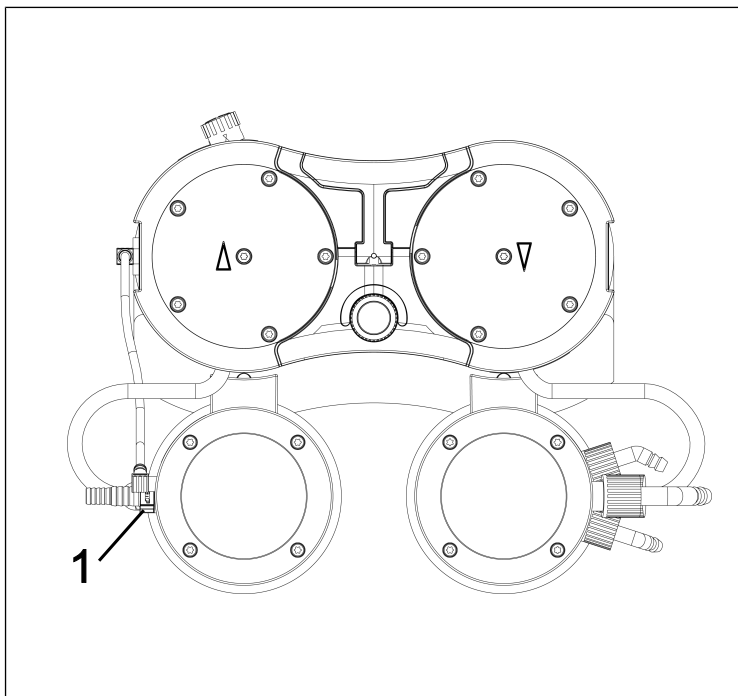

Fig.24: Allentamento del collegamento tubo flessibile
3. Allentare la vite a risvolto del collegamento tubo flessibile (**1**/Fig. 24) dal componente del sistema per vuoto.
i Per allentare la vite a risvolto del collegamento tubo flessibile separatore (**1**/Fig. 24), utilizzare all'occorrenza una chiave fissa di ampiezza 14.
10. Avvitare a fondo la vite a risvolto del collegamento tubo flessibile separatore (1/Fig. 24) sul raccordo del separatore.
i Per serrare la vite a risvolto del collegamento tubo flessibile separatore (1/Fig. 24), utilizzare all'occorrenza una chiave fissa di ampiezza 14.